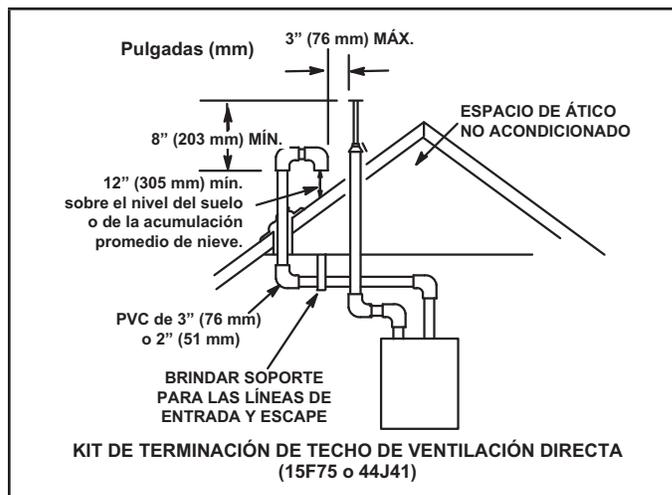
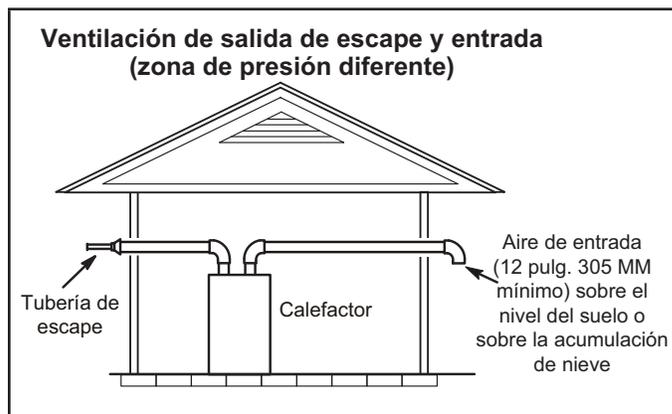

FIGURA 36
FIGURA 37
- 1 - Las terminaciones de entrada y de escape no tienen que estar en la misma zona de presión. Usted puede sacar la entrada en un lado de la estructura y el escape en el otro lado (Figura 36). Usted puede sacar el escape por el techo y la entrada por el costado de la estructura (Figura 37).